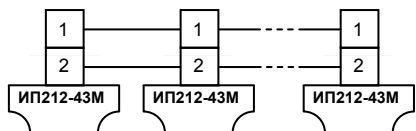

Рис. 2
3.3.5 Схема соединения извещателей при их объединении в группу приведена на рис.2.